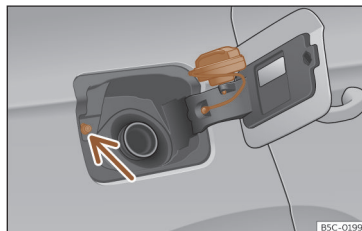

Fig. 191 Tampa do depósito com o tampão encaixado.
- Coloque-a no espaço existente na dobradiça da tampa aberta >>> **Fig. 191.**
Evite tocar no botão de travagem da tampa de combustível >>> **Fig. 191** (seta). O sistema entenderá que acabou e não poderá continuar a abastecer. Volte a pressionar o botão da porta do condutor para continuar.